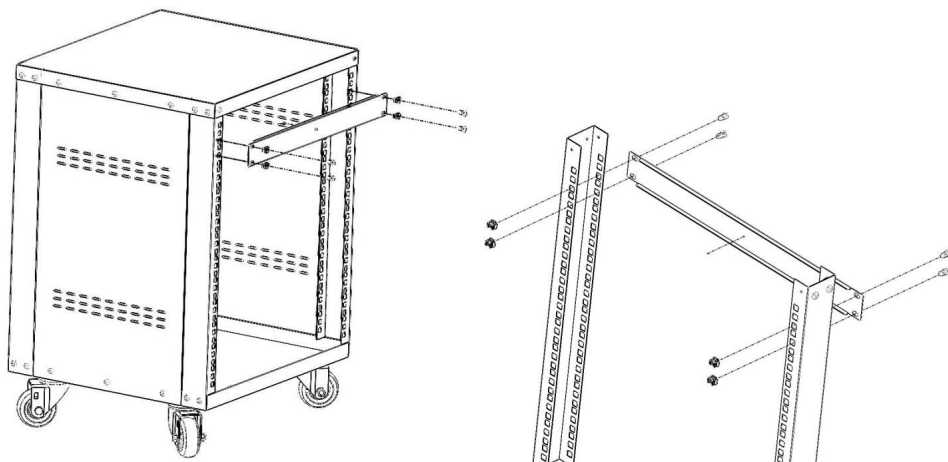

Abbildung 5
5. Platzieren Sie das 1U-Blindpanel auf dem Rack. Befestigen Sie es mit den 4 M6-Käfigmutter und 4 M6*12-Kreuzschlitzschrauben. Siehe Abbildung 5.